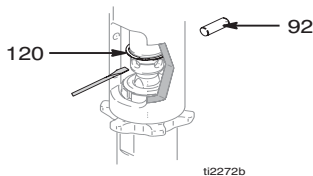
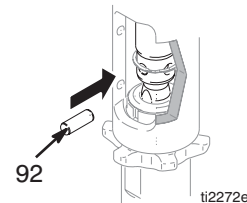

FIG. 8
FIG. 11
2. Fig. 8. Pousser le ressort vers le haut; sortir la broche (92).
2. Fig. 11. Tirer lentement sur le cordon de démarrage pour positionner l'orifice de la broche de la tige de pompe en face de l'orifice de la tige hydraulique. Fig. 8. Introduire la broche (92) dans l'orifice. Pousser le ressort (120) dans la rainure.